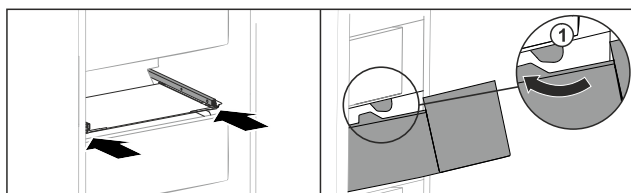

Fig. 226
- ▶ Ved'te zásuvku podél zářezek Fig. 226 (1).